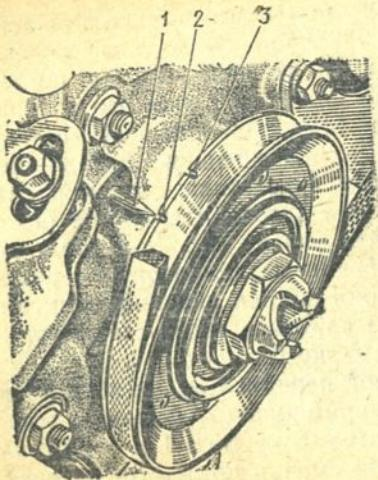

Рис. 35. Установочные метки на ободе ведущего шкива коленчатого вала:
2. Установите поршень первого цилиндра (считая от радиатора) в верхнюю мертвую точку (в. м. т.) такта сжатия (оба клапана закрыты), провернув пусковой рукояткой коленчатый вал двигателя так, чтобы метка 2 (рис. 35), вторая при отсчете по направлению вращения коленчатого вала, нанесенная на шкиве и имеющая форму конусного углубления, совместилась с острием штифта 1, закрепленного на нижней крышке картера цепного привода газораспределения.